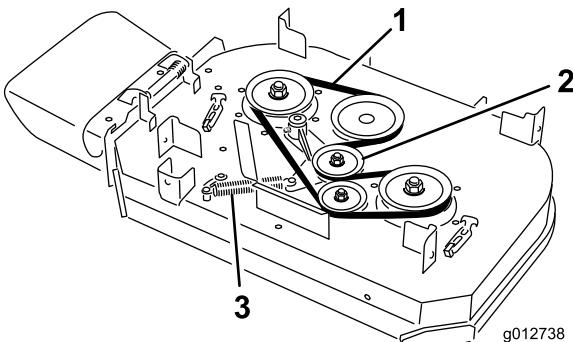

図 65
4. アイドラブーリのアームについているアンカーポストからスプリングを取り外す（図 65）。
5. ベルトを取り外す（図 65）。
6. デッキ・ブーリとアイドラ・ブーリに新しいベルトを掛け回す（図 65）。
7. アイドラブーリのアームについているアンカーポストにスプリングを取り付ける（図 65）。
4. アイドラプーリのアームについているアンカーポストからスプリングを取り外す(図 65)。
5. ベルトを取り外す(図 65)。
6. デッキ・プーリとアイドラ・プーリに新しいベルトを掛け回す(図 65)。
7. アイドラプーリのアームについているアンカーポストにスプリングを取り付ける(図 65)。
5. アイドラプーリのアームについているアンカーポストからスプリングを取り外す(図 65)。
6. ベルトを取り外す(図 65)。
7. デッキ・プーリ、クラッチプーリ、およびアイドラ・プーリに新しいベルトを掛け回す(図 65)。
8. アンカーポストにスプリングを取り付ける(図 65)。